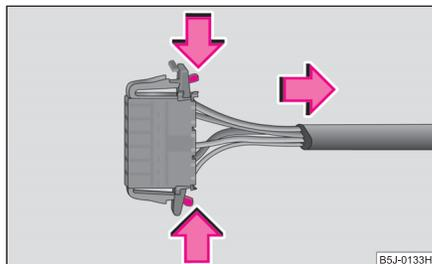

Abb. 192 Steckverbindung trennen
- Trennen Sie die Steckverbindung. ⇒ Abb. 192. ■